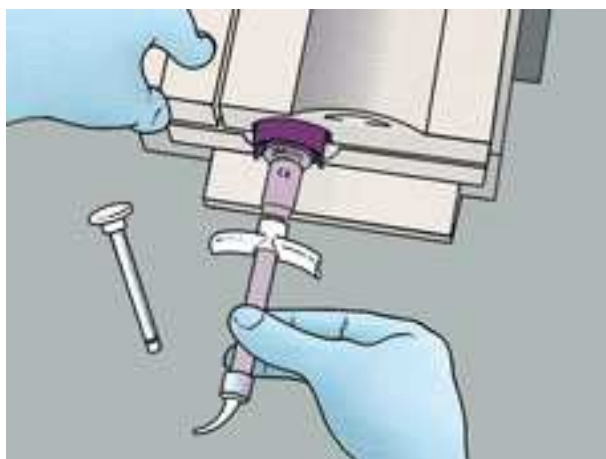

Рис. 12
- Подсоедините заднее отверстие эластомерного шприца Penta, производства компании 3M ESPE, (после удаления поршня) к отверстию смесителя и нажмите кнопку “Start” (вкл.) (рис. 12).